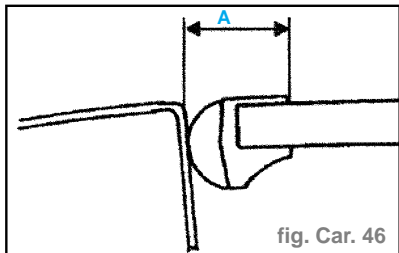

fig. Car. 46
- Ces relevés doivent se faire entre la carre de pavillon et la partie supérieure du surmoulage en (A) (fig. Car. 46).